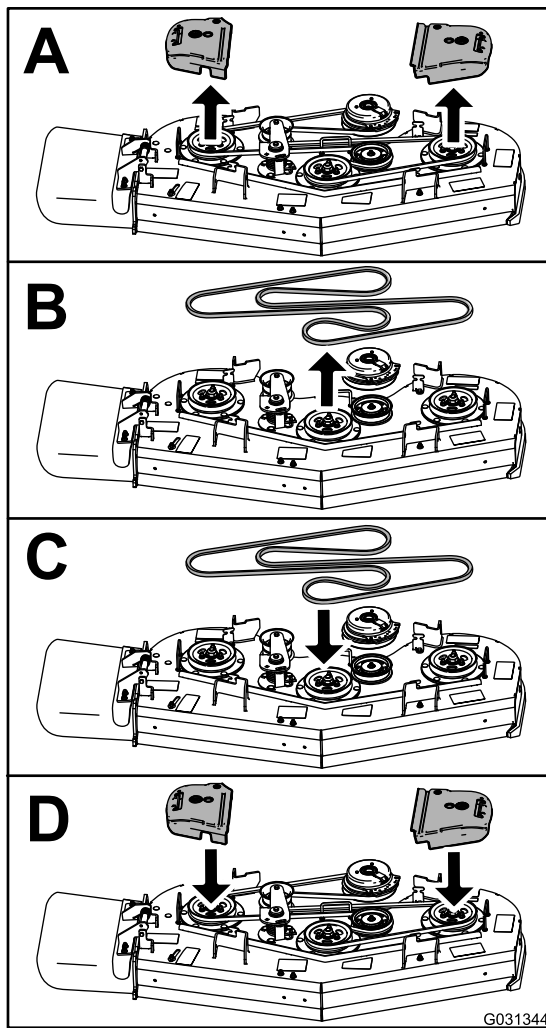

Figura 65
4. Sustituya la correa según se muestra en Figura 65.